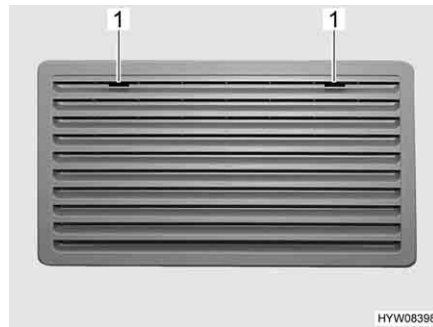
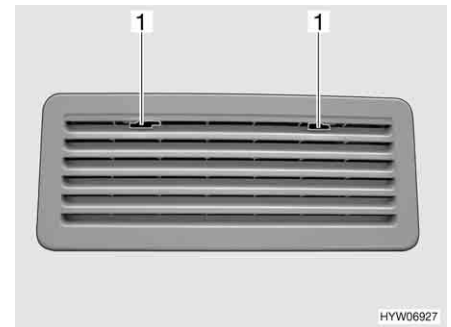

Bild 218 Kühlschrank-Lüftungsgitter (Thetford groß)
Bild 219 Kühlschrank-Lüftungsgitter (Thetford klein)
- Arretierung (Bild 218,1 oder Bild 219,1) zur Mitte schieben.